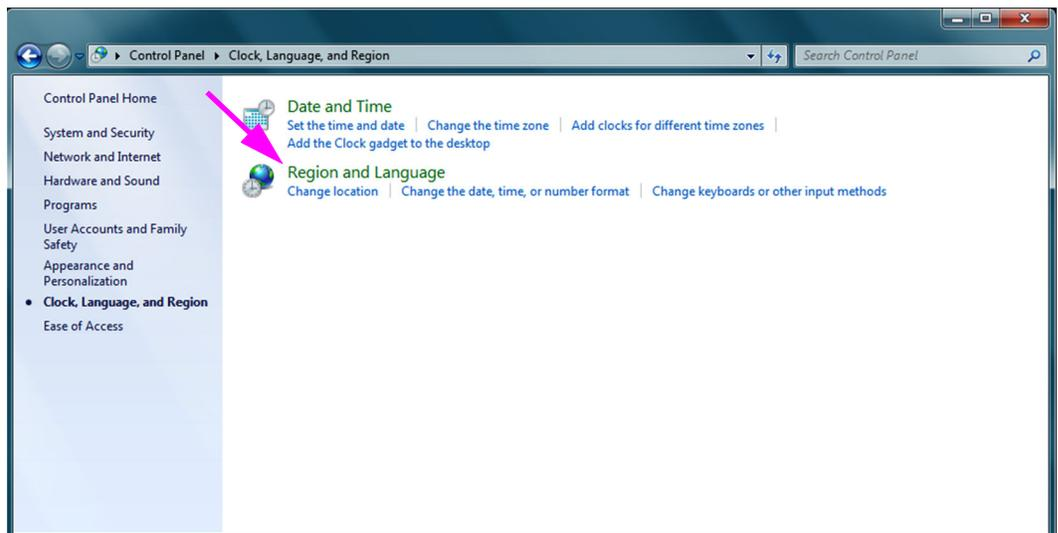

Figura C-14. Finestra Clock, Language, and Region (Orologio, lingua e impostazioni internazionali)
- Viene visualizzata la finestra Clock, Language, and Region (Orologio, lingua e impostazioni internazionali) (vedere la Figura C-14). Fare clic su **Region and Language (Opzioni internazionali e della lingua)**.